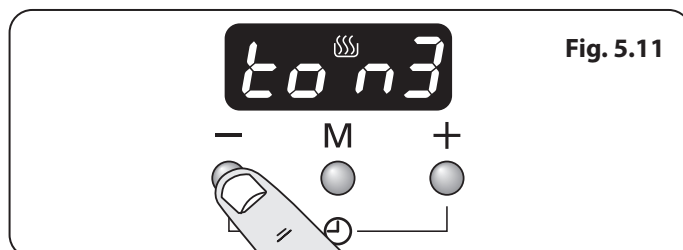

Fig. 5.11
2. Du väljer larmton genom att trycka på knappen [-] tills önskad ton framkommer (Fig. 5.11).